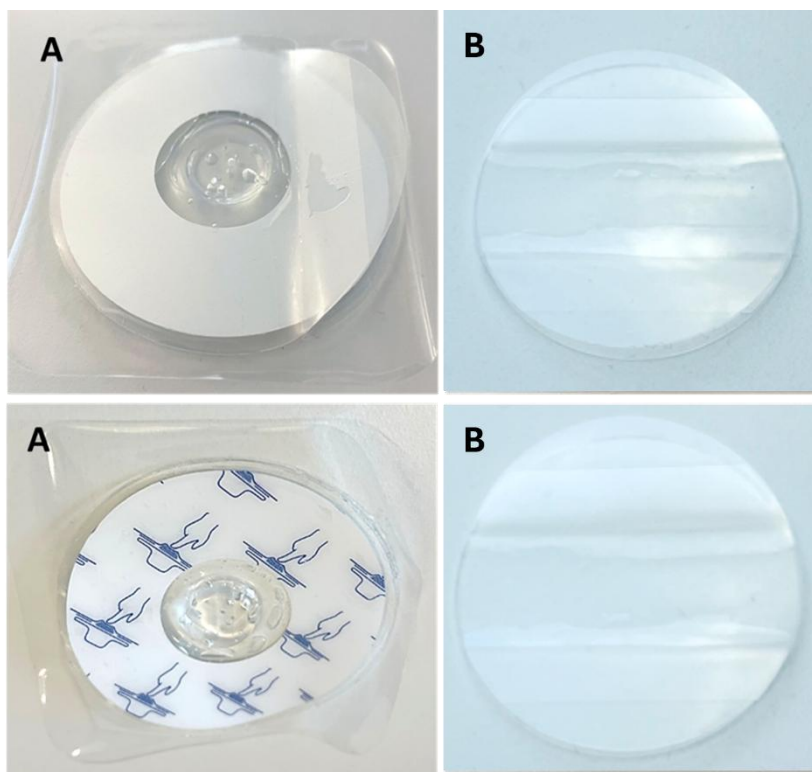

Figura 6. DXT Tape Kit. A: DXT Anterior Tape, B: Tape posteriore.
Il DXT Tape Kit è progettato appositamente per fissare il DXT Sensor Kit al paziente ed è composto dal DXT Anterior Tape (A) e dal DXT Posterior Tape (B) (Figura 6).